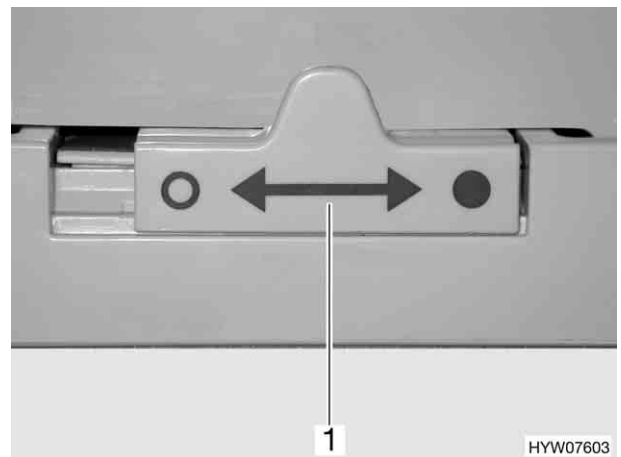

Fig. 137 Dispositif de verrouillage de la porte du réfrigérateur (RM 7401)
- Pousser le dispositif de verrouillage (Fig. 137,1) vers la gauche "○".
- Pousser le dispositif de verrouillage (Fig. 137,1) complètement vers la droite "●".